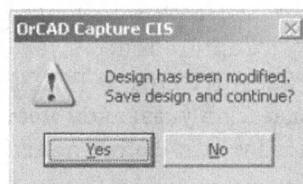

Рис. 21.61. Запрос о сохранении дизайна
9. Нажмите кнопку OK в диалоговом окне Backannotate. Появится сообщение с запросом, чтобы сохранить измененный дизайн до создания нового списка соединений и файла .swp (рис. 21.61).